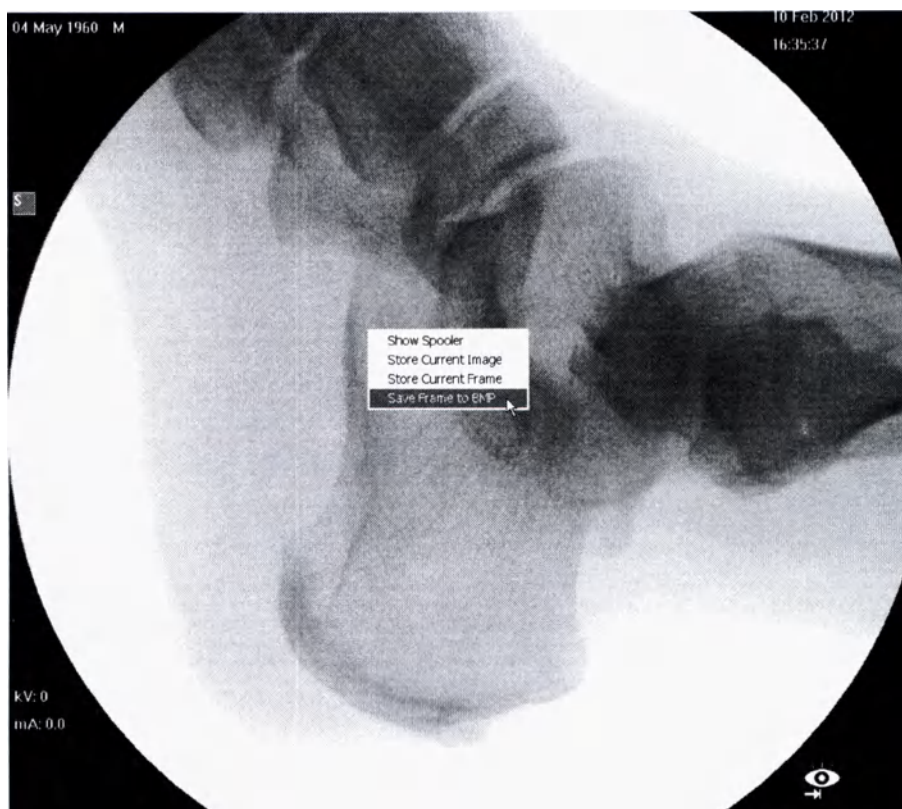

Рисунок 129
*Повторите те же шаги для сохранения единичного ЖИВОГО изображения в рабочем кадре в формате BMP. Для выбора изображения кликните правой кнопкой по изображению, используя сенсорную панель, а затем выберите **Сохранить кадр в BMP** (см. рисунок 129)*